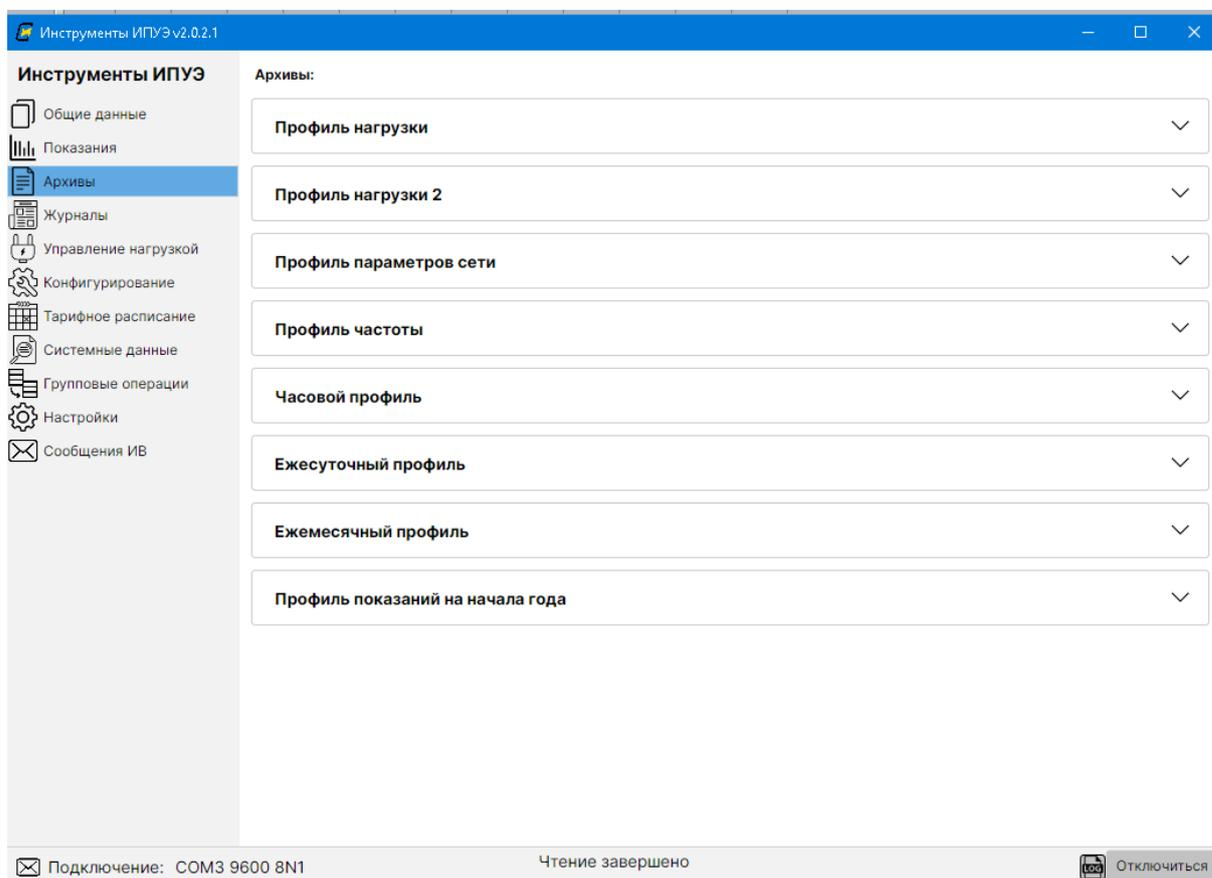

Рисунок 11 – Вид диалогового окна раздела «Архивы».
2.3 В разделе «Архивы» в режиме чтения доступны архивные данные профилей нагрузки, данные часового, ежесуточного, ежемесячного и годового профилей, данные профиля параметров сети и профиля частоты (рисунок 11).